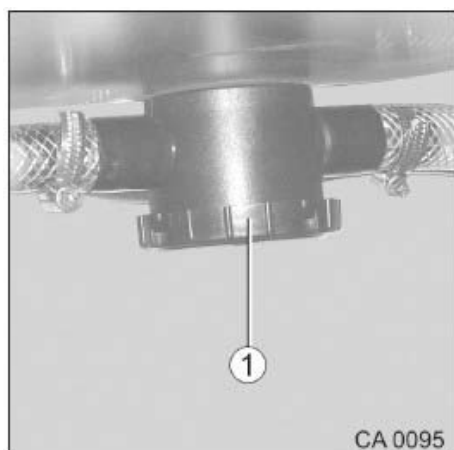

Fig. 143 Siphon
Pour éviter des mauvaises odeurs émanant de l'installation des eaux usées, le camping-car est équipé de siphons (Fig. 143/1).
2. Dévisser le couvercle (Fig. 143/1).
4. Revisser le couvercle (Fig. 143/1) sur le siphon.